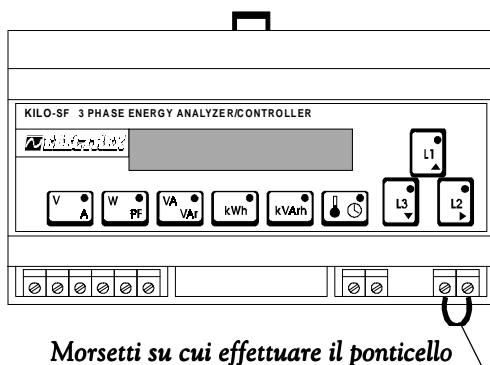

Fig. 18
Per poter accedere alla programmazione delle funzioni o effettuare il reset dei contatori di Energia Attiva e Reattiva o dei valori medi e di punta di Potenza Attiva e Apparente è necessario effettuare un ponticello tra i due morsetti identificati in Fig. 18 utilizzando cavo di sez. massima 4 mm².
- L' accesso alla programmazione delle funzioni dello strumento è consentito esclusivamente se si è effettuato il ponticello tra i due morsetti (Fig. 18).
- Il reset dei contatori di Energia Attiva e Reattiva e dei valori medi e di punta di Potenza Attiva ed Apparente è consentito esclusivamente se si è effettuato il ponticello tra i due morsetti (Fig. 18).
- Per evitare modifiche accidentali alla programmazione durante il funzionamento dello strumento è sufficiente togliere il ponticello tra i due morsetti (Fig. 18).